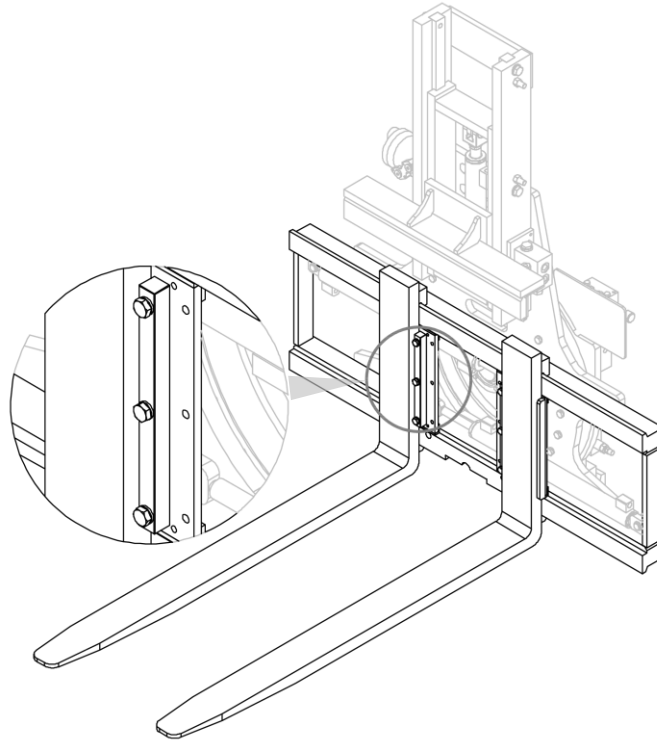
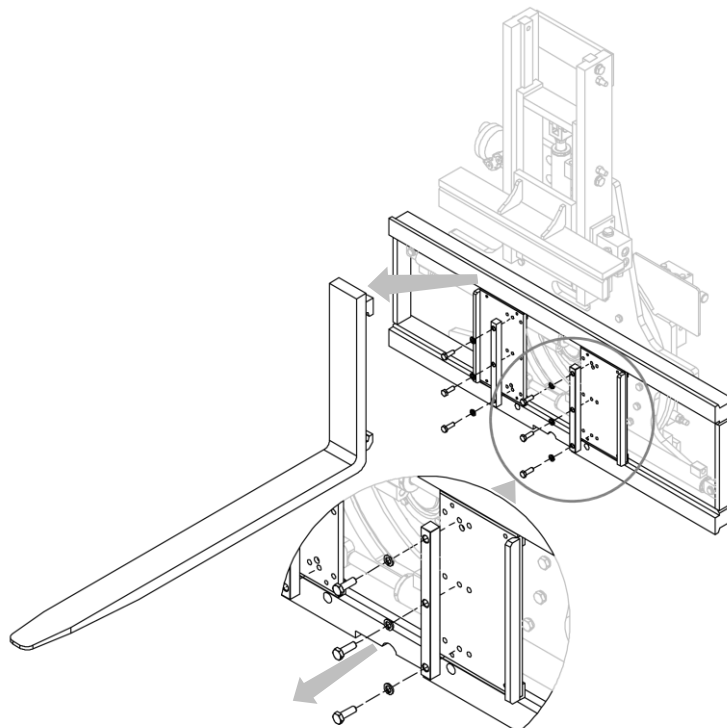

Figura 21
Figura 22
2. Sfilare le forche (verso il centro, dove è presente la apposita scanalatura) dopo aver svitato i fermi forca (vedi *Figura 21* e *Figura 22*);